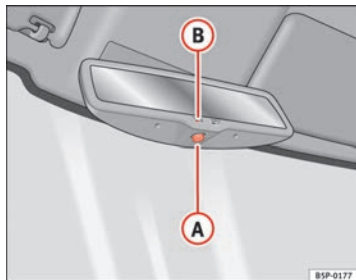

Abb. 89 Automatisch abblendbarer Innenspiegel
- Drücken Sie die Taste **A** ⇒ Abb. 89. Die Kontrollleuchte **B** erlischt.
- Drücken Sie die Taste **A** ⇒ Abb. 89. Die Kontrollleuchte leuchtet auf.